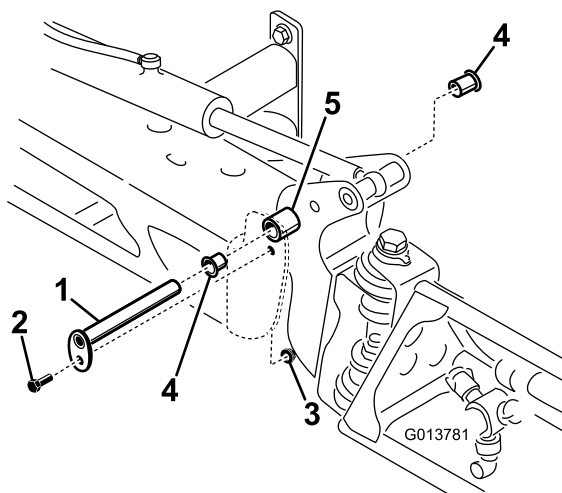

Figure 94
3. Lorsque le poids de la rampe est supporté, retirez le boulon et l'écrou de fixation de l'axe de pivot à l'ensemble rampe (Figure 94).
4. Retirez l'axe de pivot (Figure 94).
6. Déposez et examinez les bagues en nylon à l'avant et à l'arrière du support de pivot (Figure 94).
8. Montez l'ensemble rampe et support de pivot dans le bâti central en alignant les ouvertures (Figure 94).